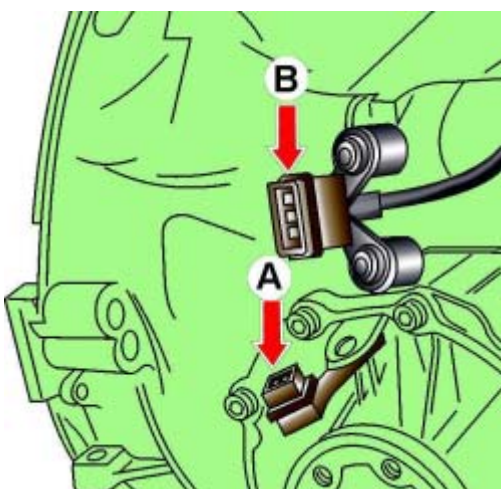

**Рис. 9–3. Расположение электрических разъемов датчика спидометра (А) и выключателя заднего хода (В)**
**А** (см. рис. 9–3) от датчика спидометра.